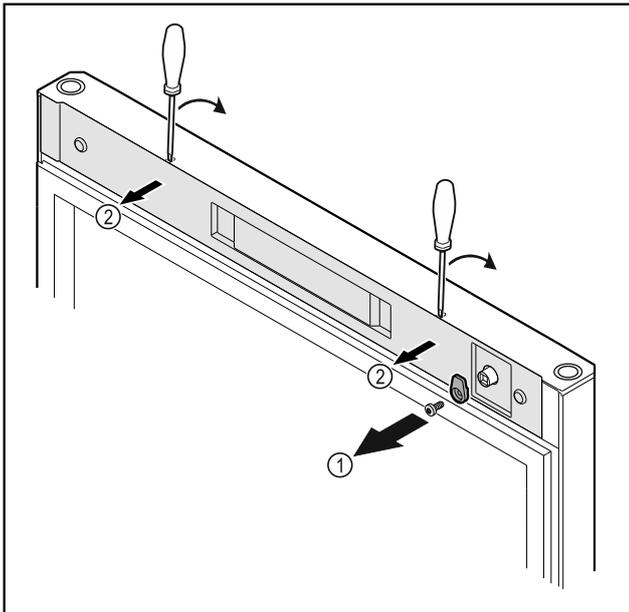

Fig. 12 \*
- ▶ Odskrutkujte zatvárací hák Fig. 12 (1)\*
- ▶ Odistite kryt Fig. 12 (2) malým skrutkovačom a odoberte ho.\*